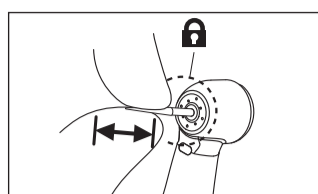

図7
- 4 バーを押し引きして確実に装着されていることを確認します (図7)。